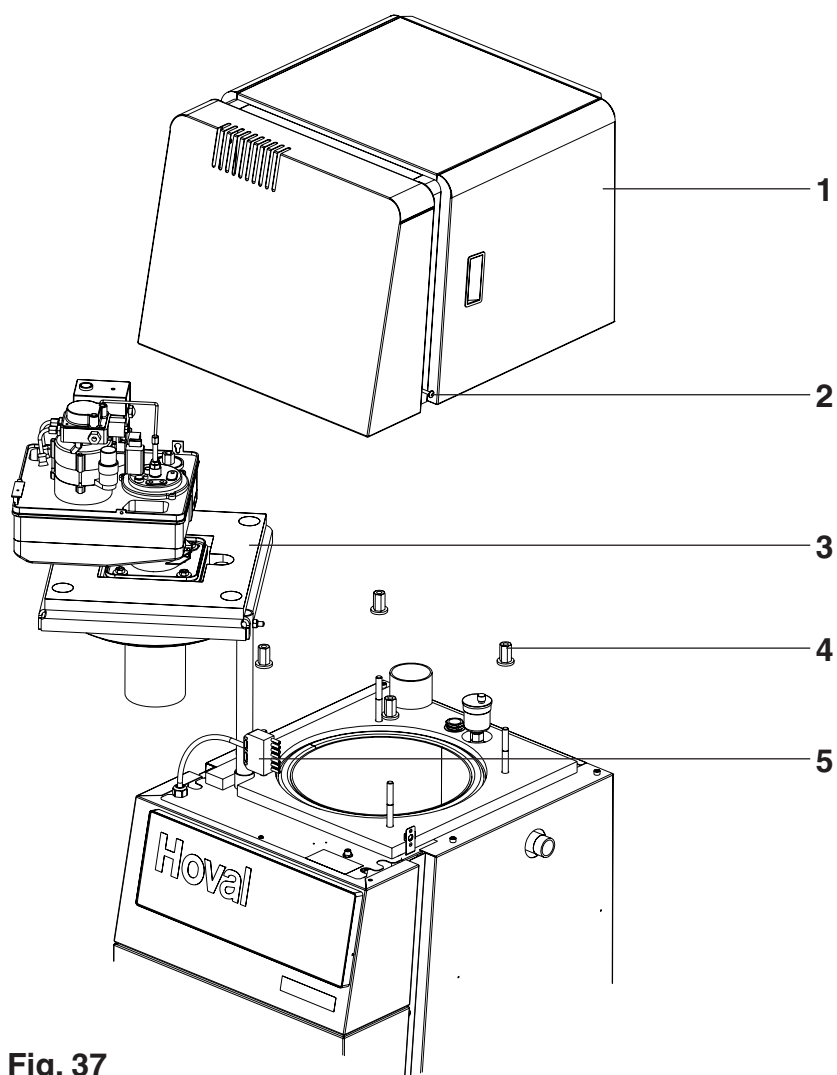
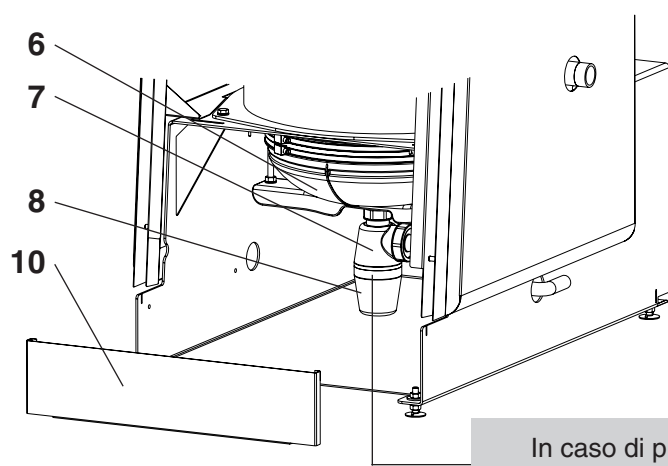

Fig. 37
Fig. 38
- Fissare nuovamente il box di neutralizzazione (9, fig. 38), se presente, e il sifone (7)
- Fissare la copertura frontale della base della caldaia (10)
- Chiudere il bruciatore con il portellone caldaia (3, fig. 37)
- Stringere a fondo i dadi di chiusura (4)
- Rimontare la cuffia insonorizzante (1) e fissarla con bulloni di sicurezza (circa ¼ di giro verso destra).
- Rimuovere la cuffia insonorizzante (1, fig. 37) svitando i bulloni di sicurezza laterali (2) (circa ¼ di giro verso sinistra, quindi estrarre fino alla battuta)
- Svitare i dadi di chiusura (4, fig. 37)
- Tirare verso l'alto il bruciatore con gli sportelli della caldaia (3), ruotarlo di lato e rilasciarlo